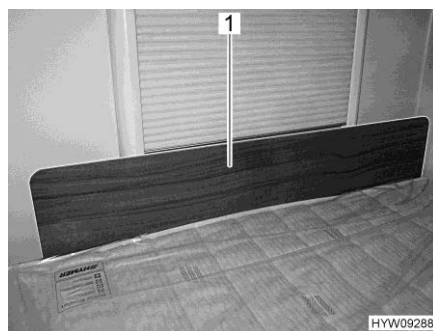

Fig. 73 Pannello di protezione/protezione anticaduta
- Inserire il pannello di protezione (Fig. 73,1) davanti alla finestra, tra il materasso e il telaio della finestra. L'effetto di serraggio del materasso mantiene il pannello di protezione in posizione, davanti al telaio della finestra.